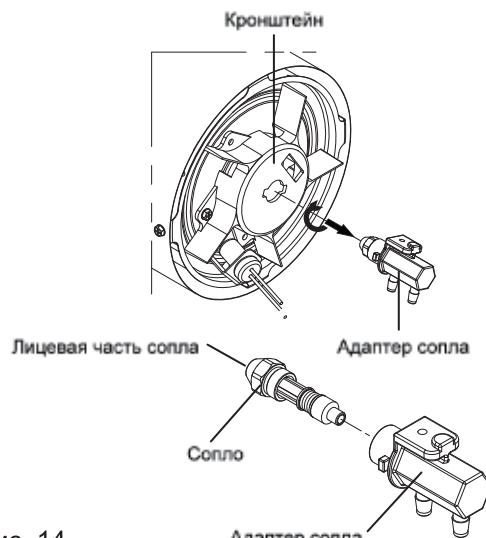

Рис. 14
6. Выкрутите из адаптера сопло гаечным ключом 5/8" (рис. 14);